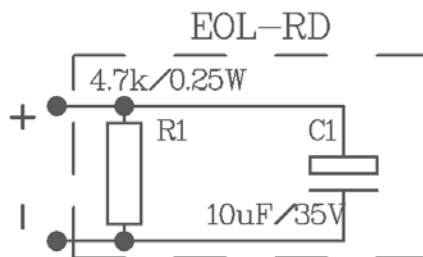

Fig.3
- La resistenza di fine linea EOL dovrebbe essere di tipo EOL-RD. (Fig.3). Al resistore da 4,7k / 0,25W, aggiungere un condensatore elettrolitico da 10uF/35V. Attenzione alle polarità mentre si collegano il "+" e il "-" del condensatore. L'elemento finito EOL-RD può essere ordinato presso DMteh Ltd.